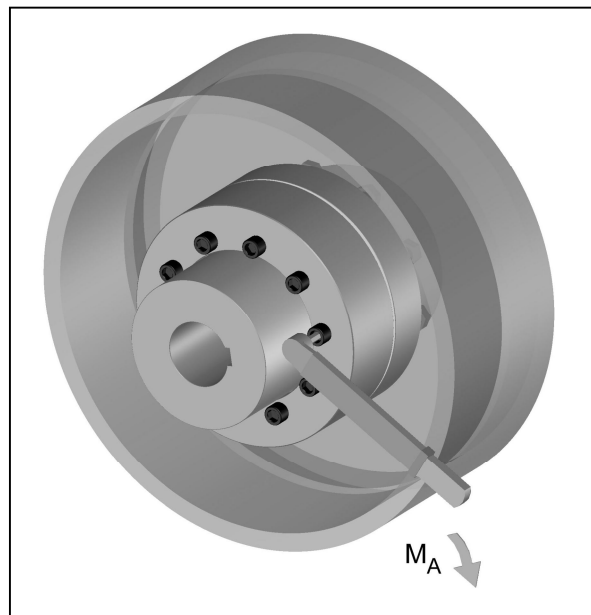

Bild 10
- Ziehen Sie die Klauenringverschraubung mit dem in Tabelle 8 vorgeschriebenen Anzugsdrehmoment M_A fest (Bild 10).